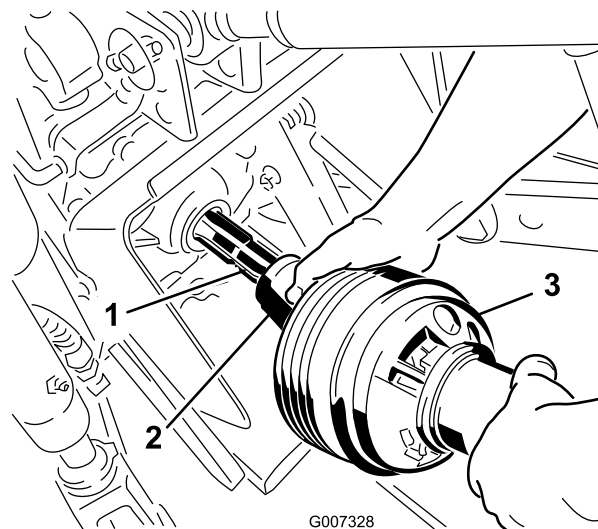

Figure 18
- Connectez l'arbre de PDF à l'arbre de PDF du tracteur (Figure 18).